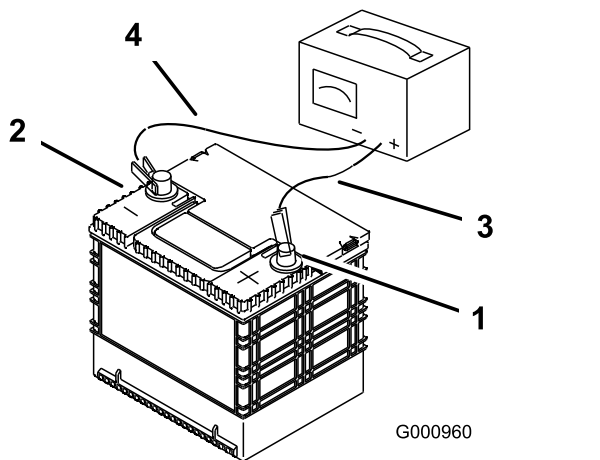

Figura 46
2. Cuando la batería esté completamente cargada, desconecte el cargador de la toma de electricidad, luego desconecte los cables del cargador de los bornes de la batería (Figura 46).